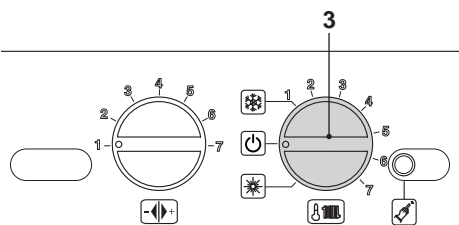

Figura 8.6
- Per uscire dalla programmazione posizionare il selettore di funzione 3 in OFF (Figura 8.6), oppure togliere alimentazione elettrica alla caldaia.